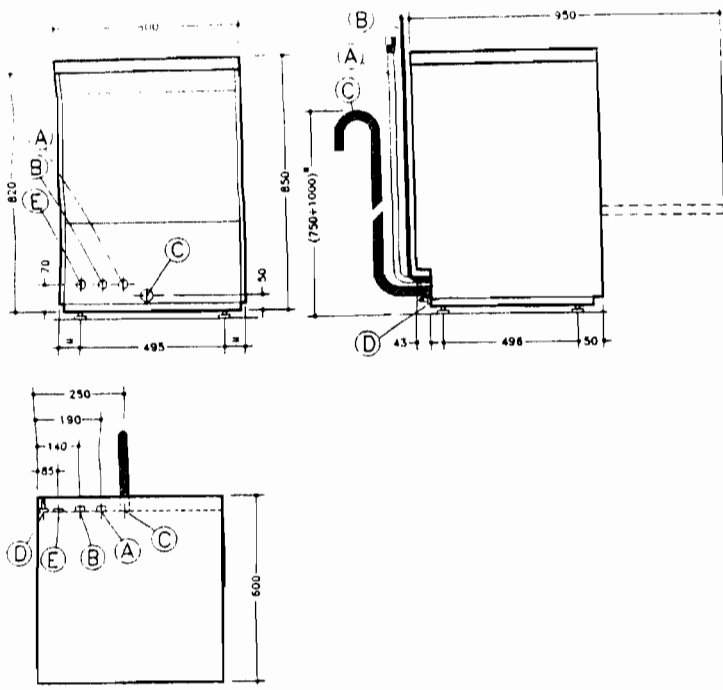

Fig. 1
Legenda fig.1
- Collegare il tubo alimentazione acqua "A" (fig.1) dell'apparecchiatura alla rete idrica, interponendo un rubinetto, il filtro in dotazione
- **Per modello con scarico a caduta:** collegare il tubo scarico acqua "C" (fig.1) alla condotta di scarico, interponendo un sifone, oppure posizionare il tubo sopra un pozzetto a piletta sifoide ricavato nel pavimento.
- Collegare il conduttore di terra del cavo di alimentazione ad una efficiente presa di terra. L'apparecchiatura deve inoltre essere inclusa in un sistema equipotenziale, il cui collegamento viene effettuato mediante la vite "D" (fig.1) **contrassegnata dal simbolo "D"**. Il conduttore equipotenziale deve avere una sezione di 10 mm².